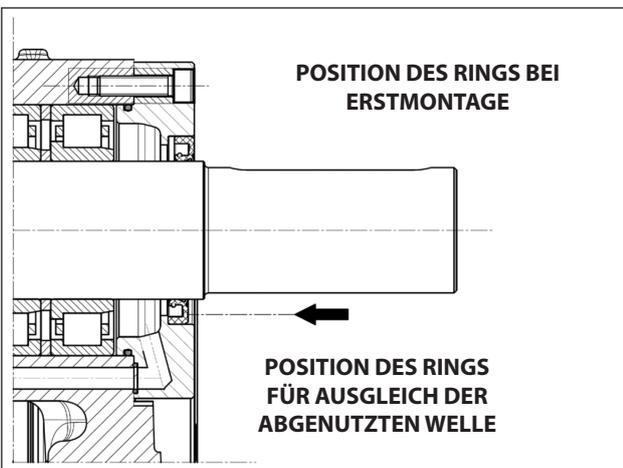

Abb. 64
Überprüfen Sie vor Einbau des radialen Dichtrings den Zustand der Dichtlippe. Im Fall eines Austauschs montieren Sie den neuen Ring gemäß Abb. 64.
**Sollte die Zapfwelle im Bereich mit der Dichtlippe einen Verschleiß am Durchmesser aufweisen, können Sie zur Vermeidung der Schleifbearbeitung den Ring auf Anschlag mit dem Deckel neu ausrichten, siehe hierzu Abb. 64.**